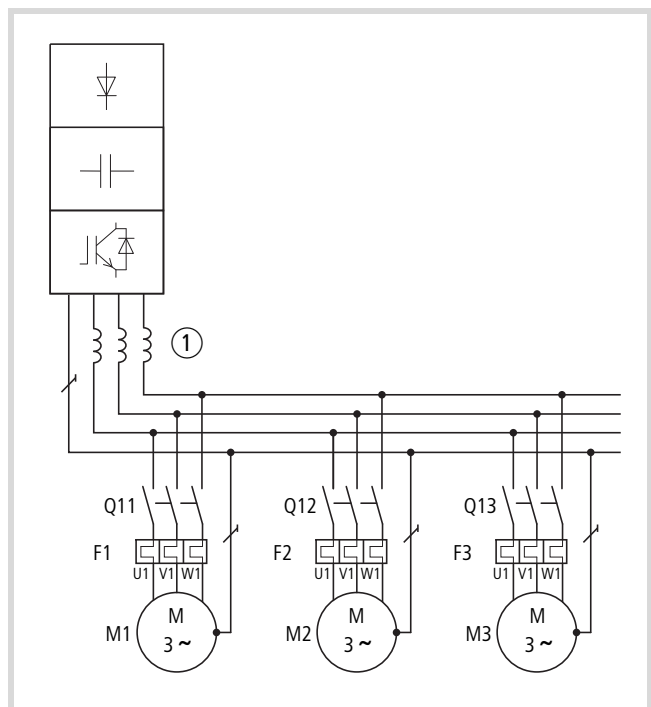

рисунок 12: Параллельное подключение нескольких электродвигателей к одному преобразователю частоты
Вследствие параллельного подключения электродвигателей снижается соединительное сопротивление на выходе преобразователя частоты. Общая индуктивность статоров становится меньше, а емкость рассеяния проводов больше. Из-за этого искажение тока относительно подключения отдельного электродвигателя становится большим. Чтобы уменьшить искажение тока, нужно использовать дроссели электродвигателей (смотрите ① на рисунок 12) на выходе преобразователя частоты (смотрите также раздел „Дроссели электродвигателя“, страница 218).